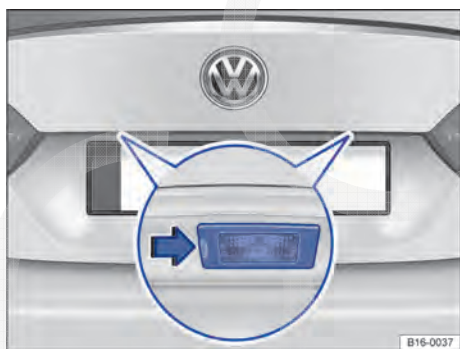

Fig. 233 Na tampa do compartimento de bagagem: lanterna da placa de licença.
2.	Se necessário, com a haste plana da chave de fenda das ferramentas do veículo ⇒ Página 351, pressionar no sentido da seta no entalhe da lanterna da placa de licença ⇒ Fig. 233.